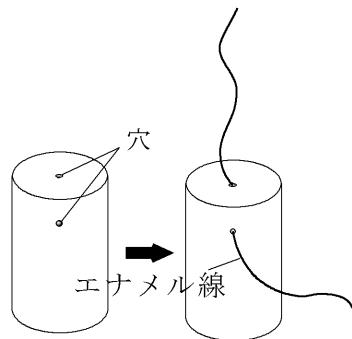

図1 コイルの作成1
- (1) フィルムケースの底の中央に、千枚どおしで穴を開ける。
- (2) フィルムケースの側面（底から5mm程度のところ）にも千枚どおしで穴を開ける。
- (3) エナメル線を側面の穴から通し、底の穴から約10cm出す（図1）。